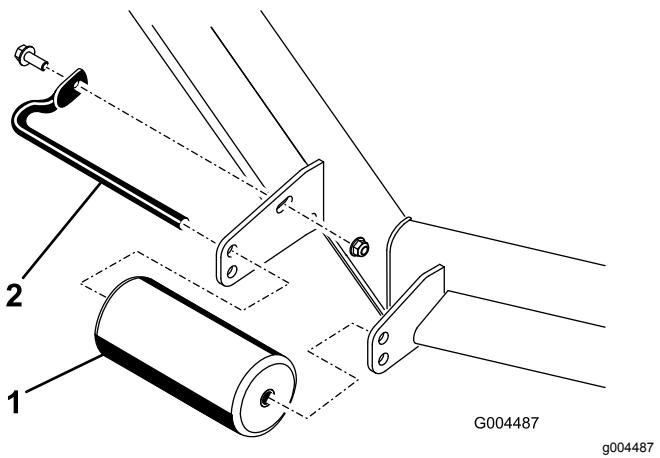

図 10
- ローラのシャフトをデッキのブラケットに固定しているねじとナットを取り外す図 10。